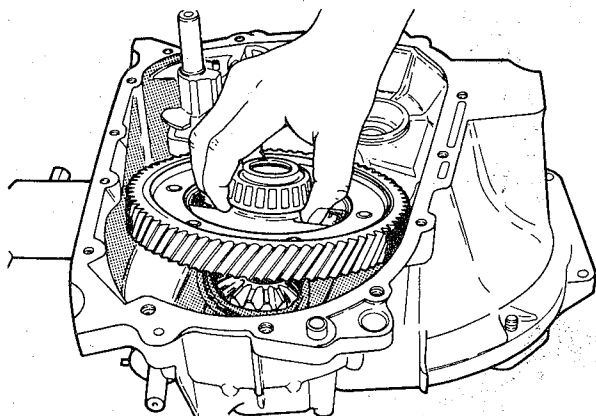

fig. 64
19. Remover o conjunto do diferencial da carcaça da transmissão (fig. 64)